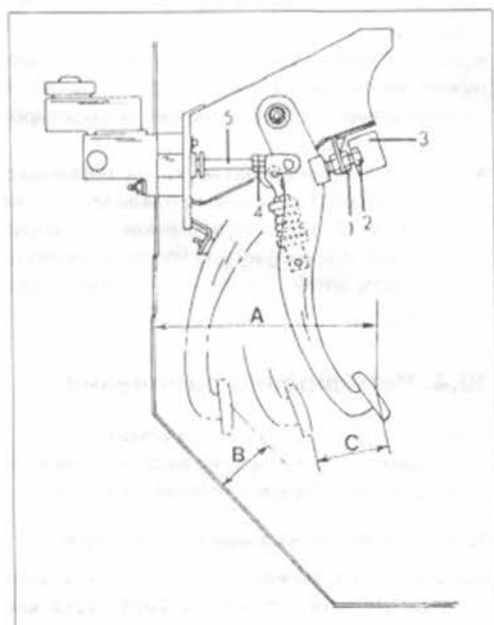

Рис.164.
Если педаль двигать взад-вперед, держа большим и указательным пальцами, зазор должен быть 5—13 мм. При регулировке нужно освободить контргайку (4) на рис.164 и переставить штангу толкателя (5) цилиндра сцепления (5), пока не будет получен нужный зазор.